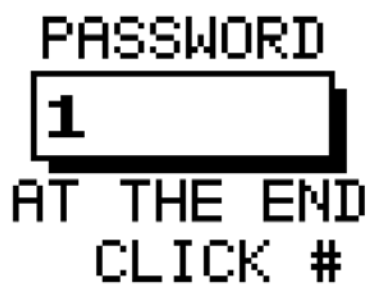

Рис. 4.2
4. Нажмите «Enter». В поле ввода пароля появится цифра 1 (рис. 4.2):